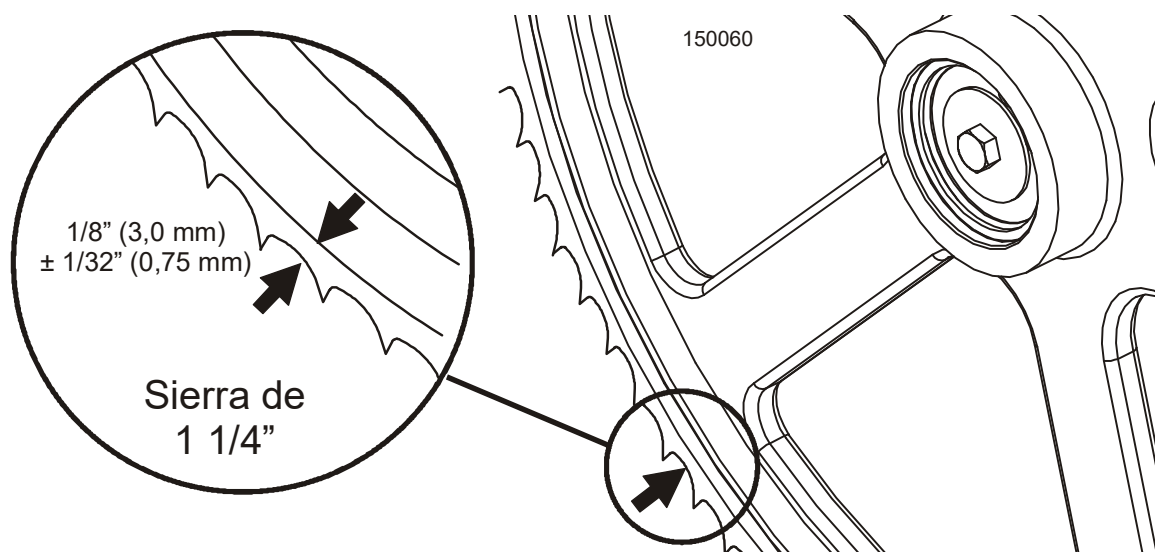

FIG. 4-6
6. Coloque las sierras de 1 1/4" de manera que la garganta de sierra sobresalga 1/8" (3,0 mm) del borde de la polea portasierra ($\pm 1/32$ [0,75 mm]). Vea FIG. 4-6.